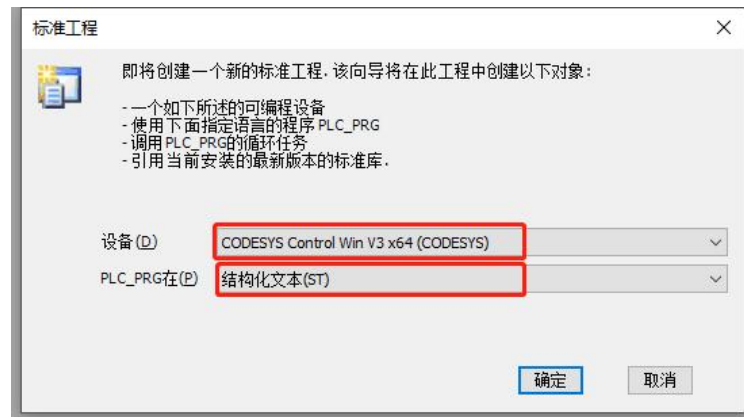

图 4.3 新建一个标准工程
(3) 打开 CODESYS 软件，新建一个标准工程，运行环境选择 CODESYS Control Win V3 x64，PLC 语法选择结构化文本(ST)，如下图 4.3 所示。